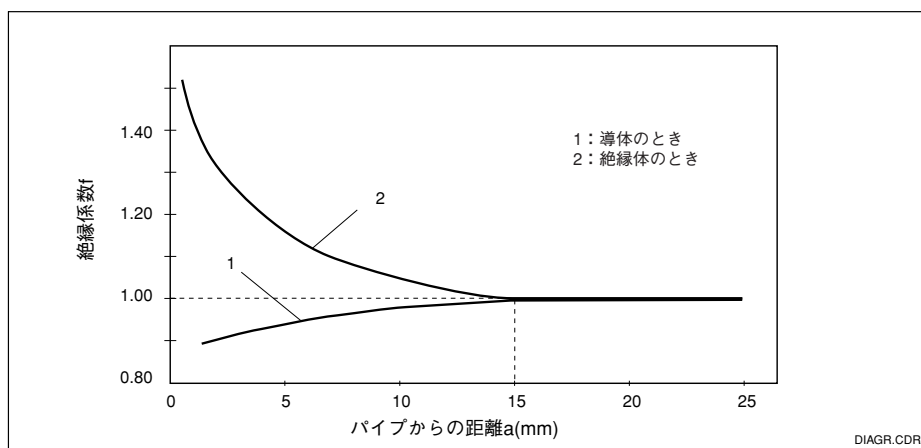

図 3.6
- ・ 壁面からの距離が十分である ($a > 15\text{mm}$) のときは、設置係数を無視できます ($f = 1$)。しかし壁からの距離がこれより小さいときは、電氣的に絶縁されたパイプの場合には設置係数が大きくなり ($f > 1$)、導電性パイプの場合には設置係数が小さくなります ($f < 1$)。(図 3.6 参照) 設置係数の決定方法については、5.11 項「校正」を参照してください。